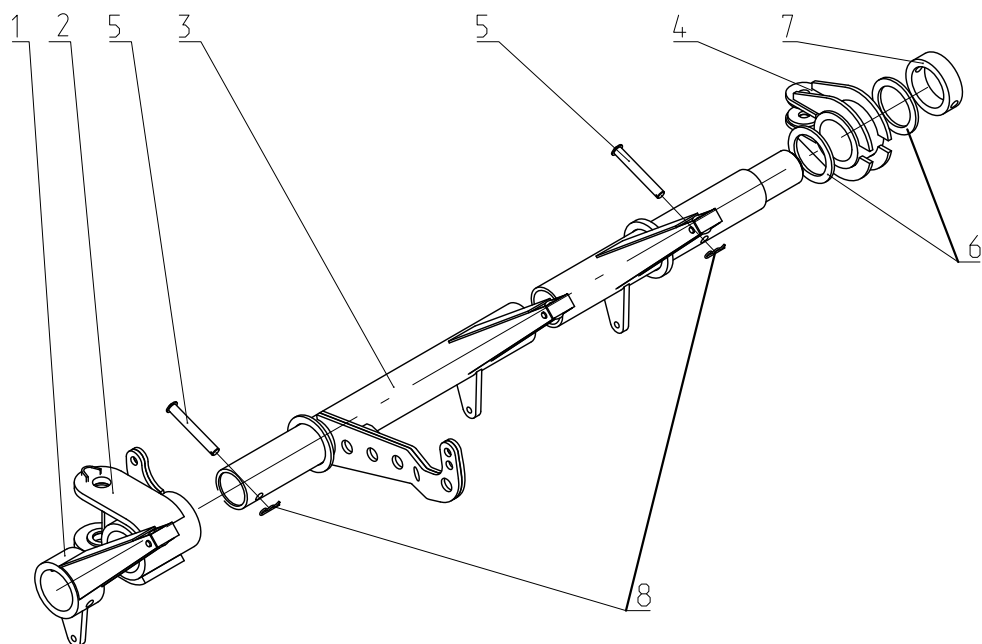
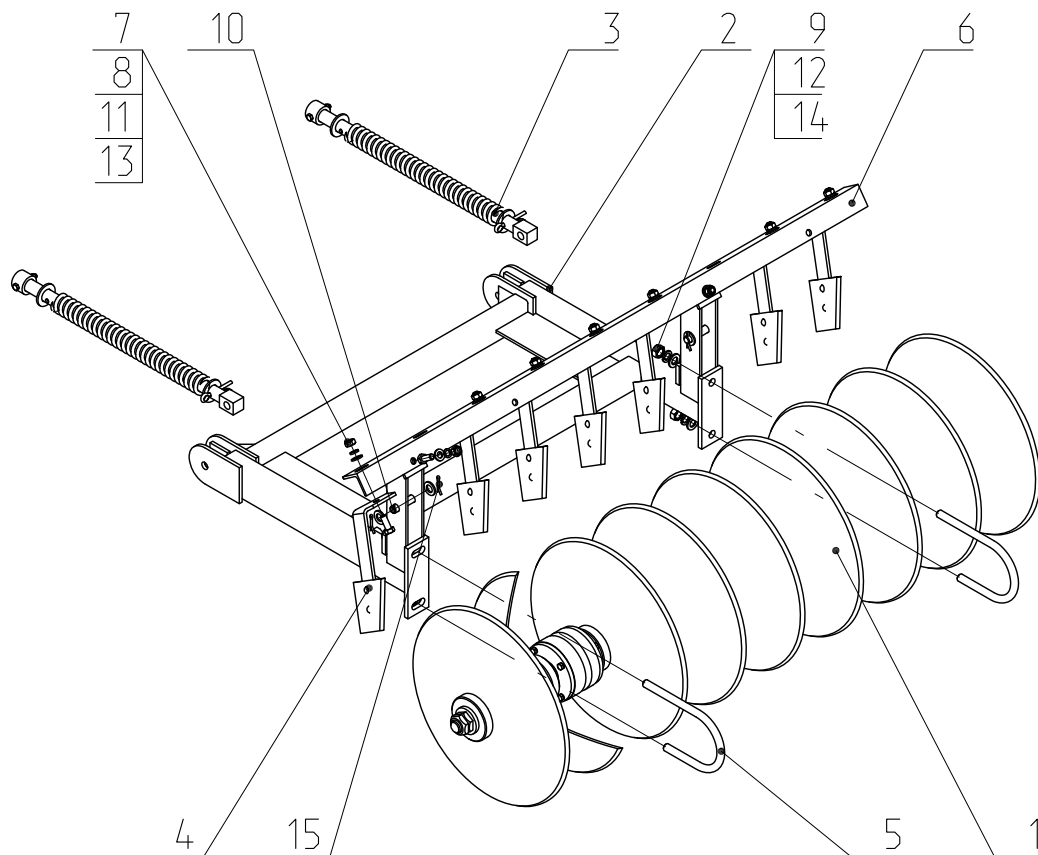

Рис.6. ЛДГ 01.030 Брус правый.
Рис.8 ЛДГ 02.010 Секция правая в сборе.
3.4. Брус правый (Рис.6) предназначен для навешивания секций батарей (Рис.8) и перевода их в рабочее положение из транспортного и обратно. Брус правый левым концом присоединяется к снице, а правым к колесной паре.
3.4.1. В состав бруса правого (Рис.6) входят стойка 1, корпус 2, брус 3, проушина 4, фиксатор 5, шайба 6, кольцо 7 и шплинт пружинный 8.
3.5.1. В состав бруса правого (Рис.6) входят стойка 1, корпус 2, брус 3, проушина 4, фиксатор 5, шайба 6, кольцо 7 и шплинт пружинный 8.
3.6. Секция правая в сборе (Рис.8) состоит из батареи 1, которая является основным рабочим органом, рамки 2, к которой прикручиваются уголок 6 с чистиками 4 и батарея 1.